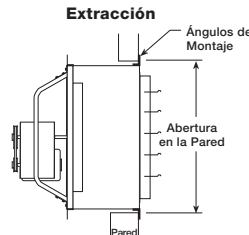
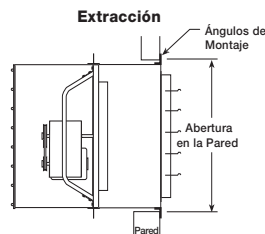
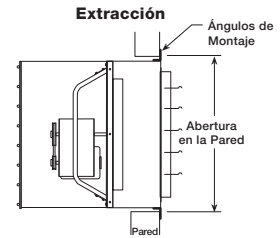

Figura 3 — Instalación de Collar de Pared
Figura 4 — Instalación de Collar de Pared y Protector
Figura 5 — Instalación de Carcasa de Pared
- Mueva el ventilador a la ubicación deseada y determine el método con el que se montará como se muestra en las Figuras 2, 3, 4, y 5. El collar de pared opcional (Figura 3), el collar y protección de pared (Figura 4) o la carcasa de pared (Figura 5) proporcionan un medio cómodo de montar ventiladores de pared lateral.
- La Figura 3 muestra la abertura en la pared necesaria para las instalaciones que usan un collar de pared.
- La Figura 4 muestra la abertura de pared (AP) necesaria para las instalaciones con un collar de pared y un protector.
- La Figura 5 muestra la abertura en la pared necesaria para instalaciones con una carcasa de pared.